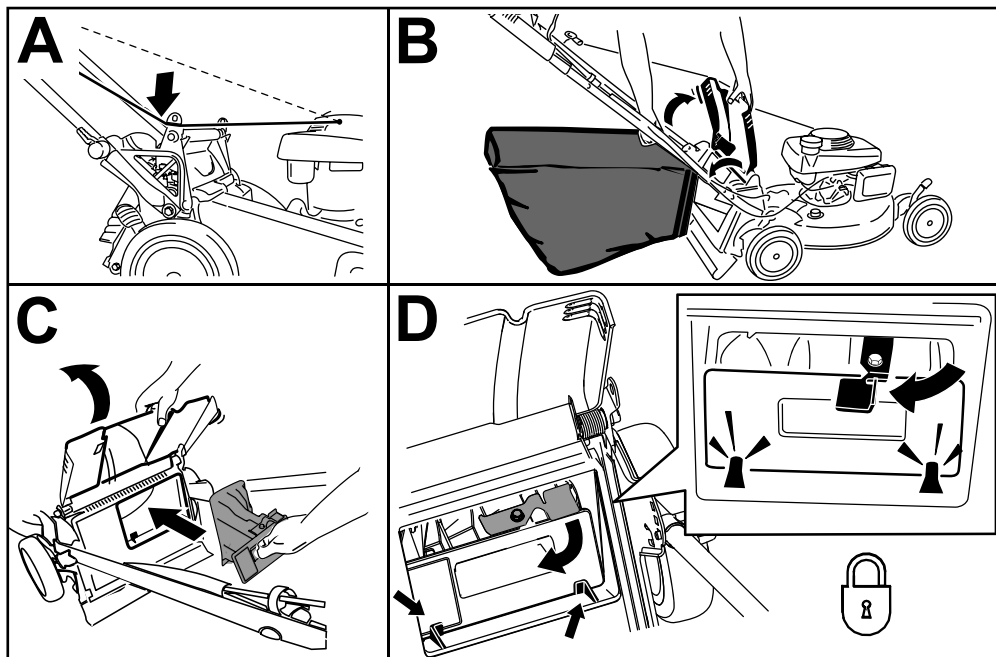

Figure 17
1. Faites passer le câble du lanceur autour du guide inférieur (encadré A de la Figure 17).
2. Relevez et maintenez le déflecteur arrière dans cette position, puis soulevez le bac à herbe par la poignée pour le dégager des crans des supports de poignée (encadré B de la Figure 17).
3. Installez l'obturateur arrière (encadré C de la Figure 17).
**Important:** Vérifiez que l'obturateur arrière est verrouillé en place. Pour verrouiller l'obturateur, appuyez fermement dessus jusqu'à ce qu'il s'enclenche en position derrière les pattes, et tournez le levier situé sur l'obturateur vers la gauche (encadré D de la Figure 17).